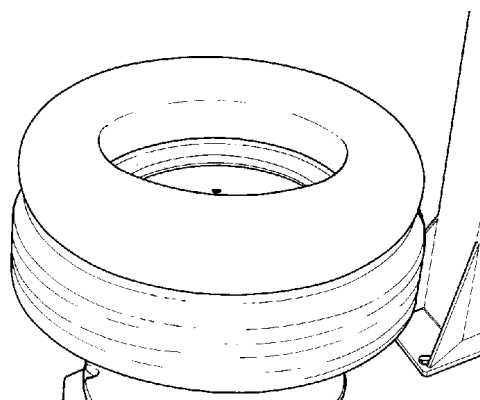

Fig.23
**B.** Confirme que el tubo tiene el tamaño correcto para el neumático que se quiere montar. (Fig.23).